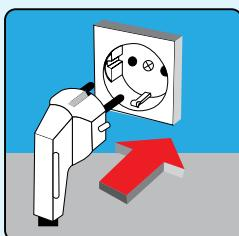

Abb. 10
- Wenn Ihr Gerät während des Transports zu stark gerüttelt wurde, lassen Sie es (1) Stunde ruhen, bevor Sie es in Betrieb nehmen. So kann das Kompressoren-Öl, sollte es ins System geläufen sein, wieder zurücklaufen. Sollten Sie das Gerät, ohne dieses zu beachten, in Betrieb nehmen, könnten Sie somit dem Kompressor schaden.
- Schließen Sie das Gerät nur an einen Stecker an, der entsprechend den Regulierungen angebracht wurde und 220-240V/ 50 Hz Alternativspannung besitzt. (Abb. 10)